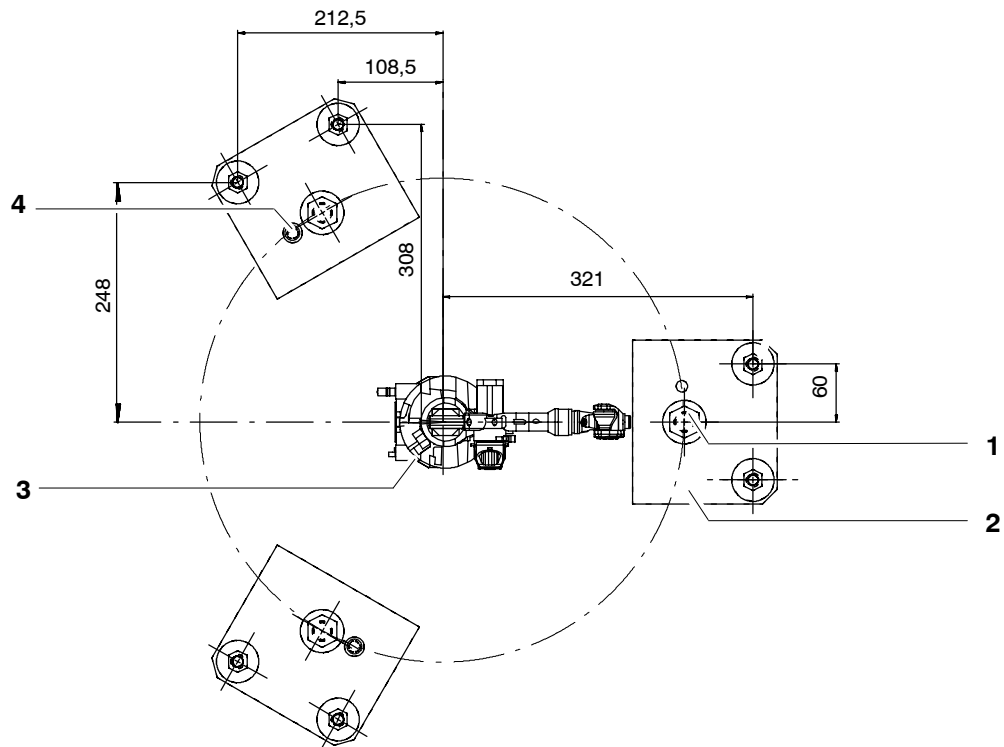

Fig. 55 Plaques de fondation
- (1) Soulever le manipulateur avec le chariot élévateur à fourches ou le dispositif de levage.
- (2) Fixer trois plaques de fondation (Fig. 55/2) au manipulateur (3) avec respectivement une vis à tête hexagonale (1) M20x55-8.8-A2K ISO 4017, sans oublier les rondelles de serrage. Pour ce faire, insérer la vis à tête hexagonale (1) sans oublier la rondelle de serrage et la serrer en croix en travaillant avec une clé dynamométrique jusqu'à l'obtention du couple prescrit ($M_A = 370 \text{ Nm}$) en procédant par étapes.